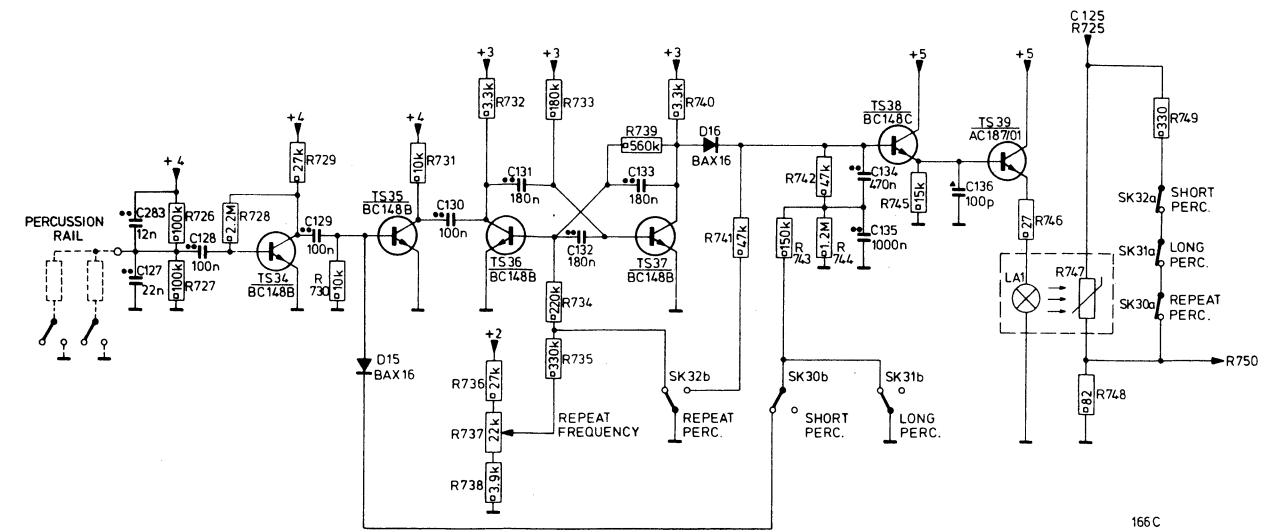

Fig. 9
5. Perkussionsschaltung (Abb. 9)